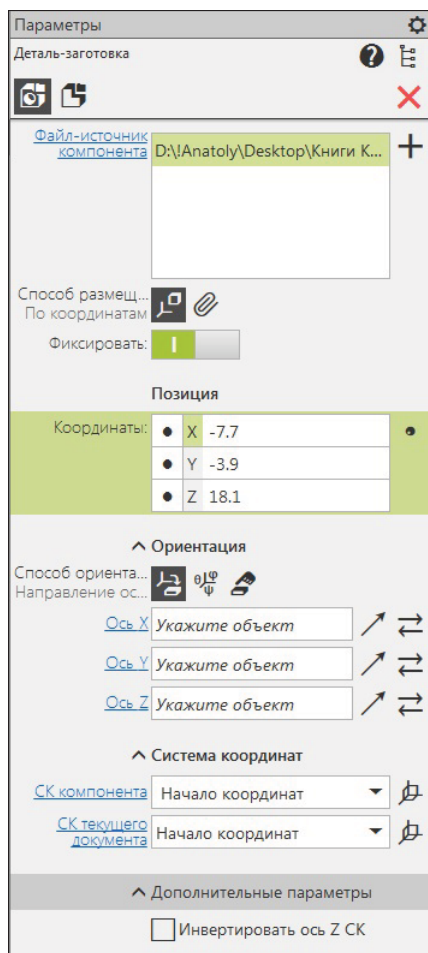

Рис. 21.24. Панель Параметры:
- ◆ далее необходимо выбрать способ вставки на панели **Параметры: Деталь-заготовка** (рис. 21.24). Для этого в заголовке панели имеются две кнопки: